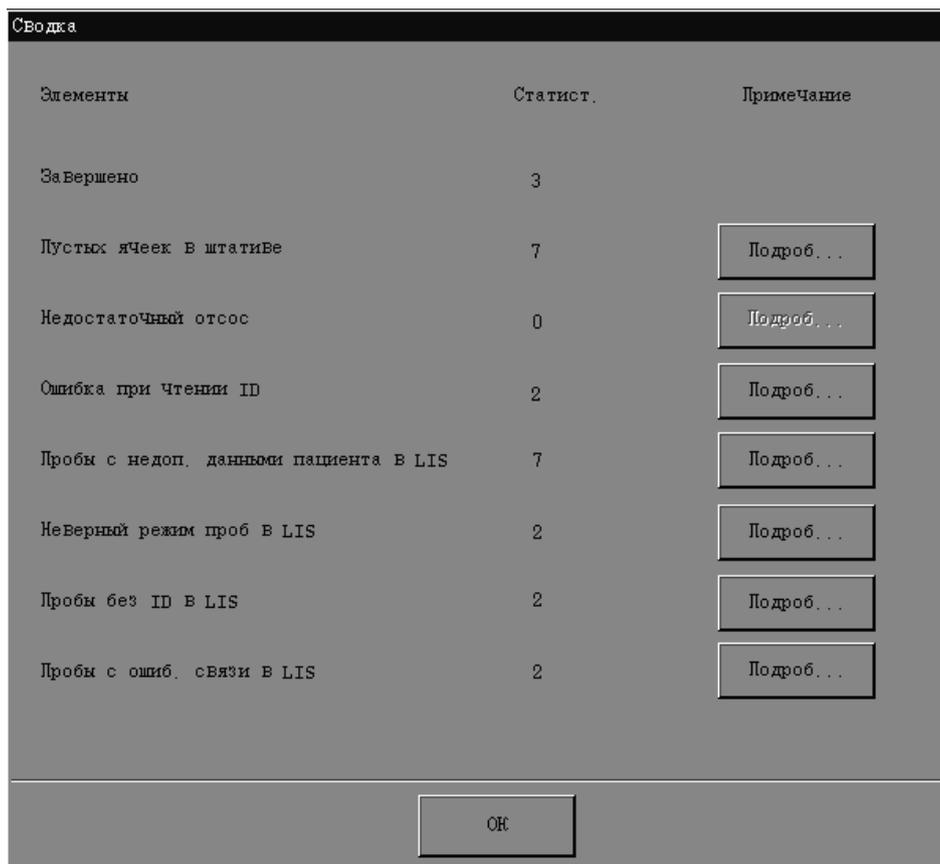

Рисунок 6-21 Диалоговое окно «Сводка»
6. По завершении каждой автозагрузки появляется диалоговое окно (Рисунок 6-21).
Если на экране настройки связи выбрано «**Двунаправл.ЛИС**», то в сводке будут отражены данные, связанные с обменом данными с ЛИС (Рисунок 6-21).